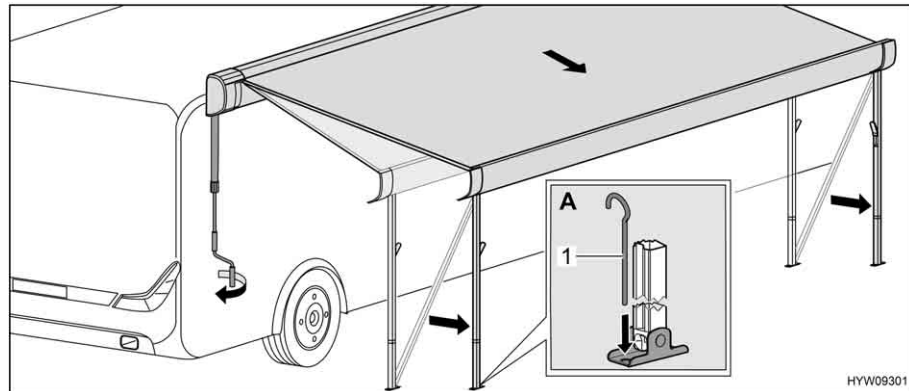

Fig. 44 Collocazione della tenda nella posizione finale
- Servendosi di puntelli (Fig. 44,1), fissare a terra i montanti di supporto (Fig. 44,A).